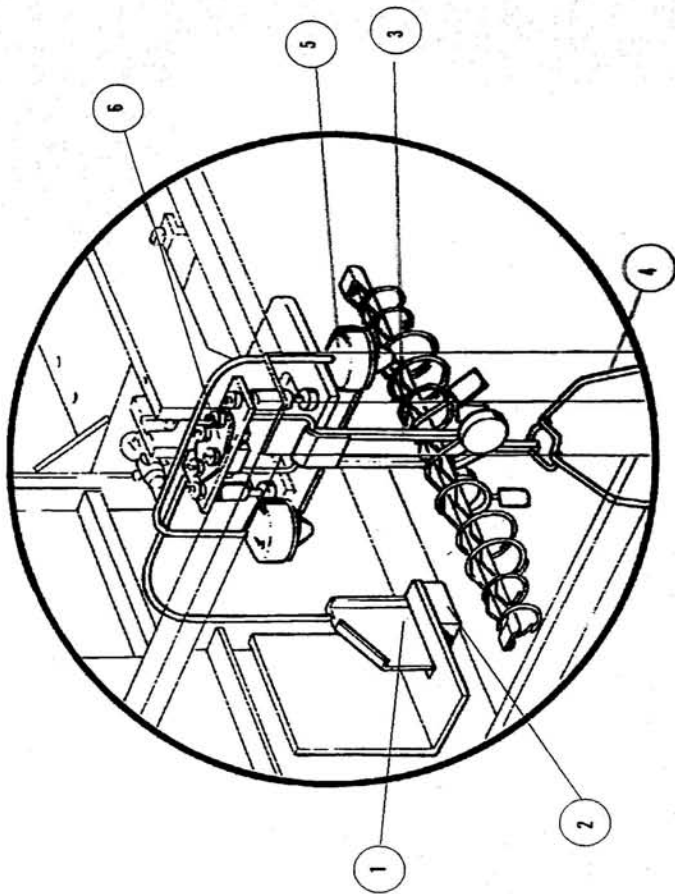
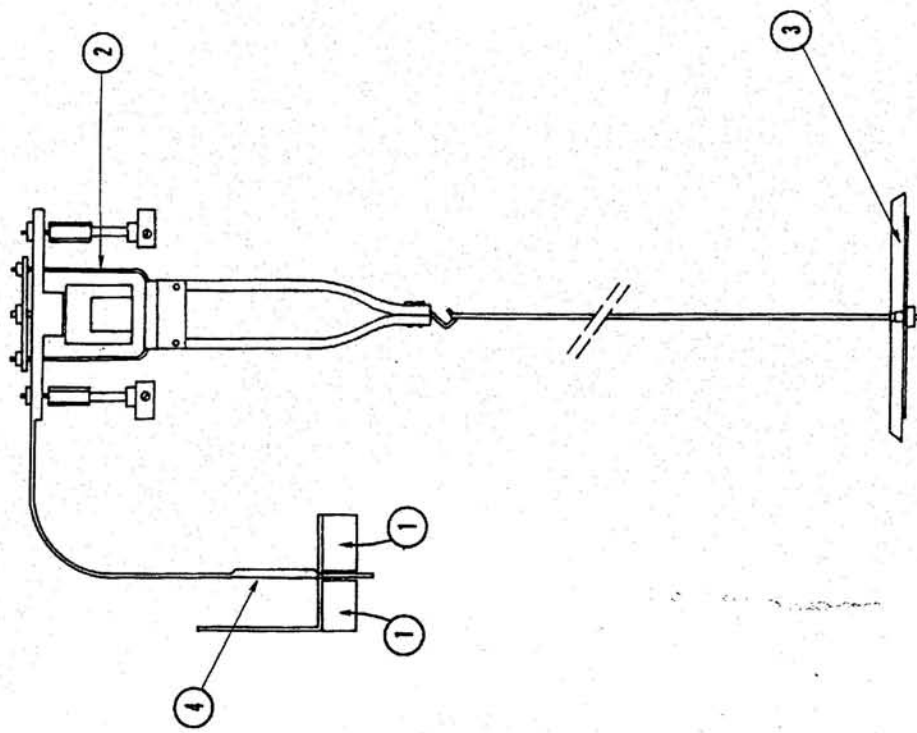

Fig. 3
Fig.10
- 9- Comprobar el correcto alojamiento de la horquilla portapesos (ver detalle en la Fig.3). La paleta del freno magnético 1(Fig. 3), debe poder oscilar libremente entre las expansiones polares del correspondiente imán 2(Fig. 3).
- 11- Colgar el plato - **ATENCIÓN** - y el platillo de acero 4(Fig. 3)
- 12- Colocar en su alojamiento el peso de 100 g. 5(Fig. 3) -**ATENCIÓN**- Con el símbolo 1 a la izquierda del operador.
Consta de un imán permanente 1(Fig.10) entre cuyas expansiones oscila, conjuntamente con la suspensión 2(Fig.10) que sostiene el plato 3(Fig.10), una paleta 4(Fig.10) detalle en 1(Fig.3)